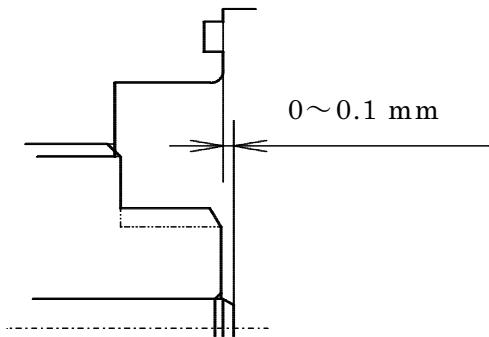

図8 すきまの調整
- f) パイロット弁体(13)、パイロット弁座(11)の交換は一対で行ってください。パイロット弁体(13)の先端がダイヤフラム取付け面から 0~0.1mm になるようにパイロット弁座ガスケット(12)の厚さと枚数を加減して調整してください(図8参照)。パイロット弁座ガスケット(12)は 0.1~0.5mm の5枚セットで用意してあります。